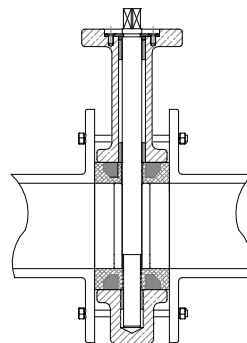

Fig. 2
- Kontroller at flangerne dækker linerens areal. Herefter håndspændes flangeboltene. (Fig. 2)